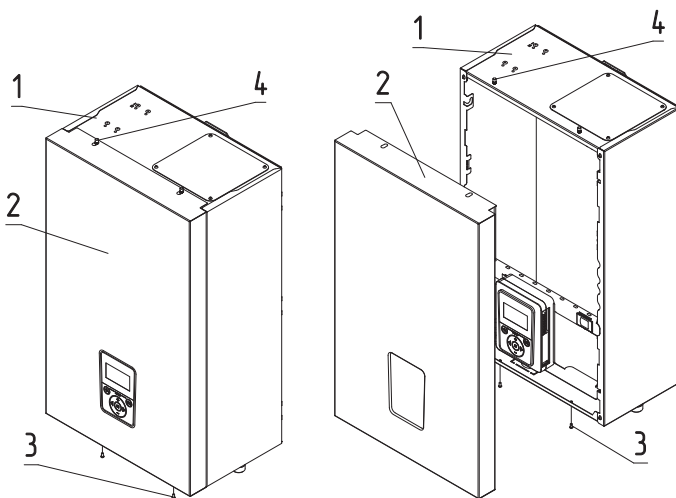

Рис. 13 Снятие кожуха
- Выкрутить болты крепления (Рис. 13, поз. 3);
- Переместить кожух вверх, сняв с зацепов (Рис. 13, поз. 4);